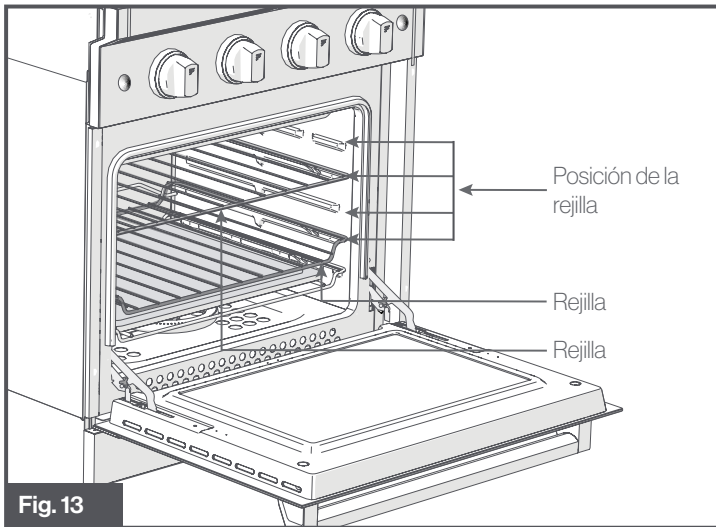

Fig. 13
- Para insertar la rejilla del horno, coloque la rejilla del horno justo encima de la posición en la que desee ponerla. La rejilla debe deslizarse hacia la parte posterior y caerá una vez que se haya introducido por completo. Para bloquear la rejilla en esa posición, tire de la rejilla hacia adelante ligeramente y luego empujela para bloquear la parte delantera de esta. (Fig. 13)